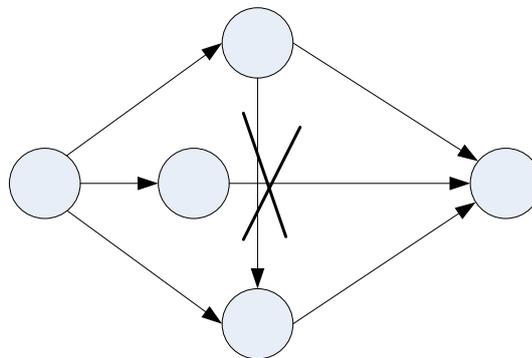

Рис. 1.8. Перетин стрілок
10. Слід уникати перетину стрілок (рис. 1.8).